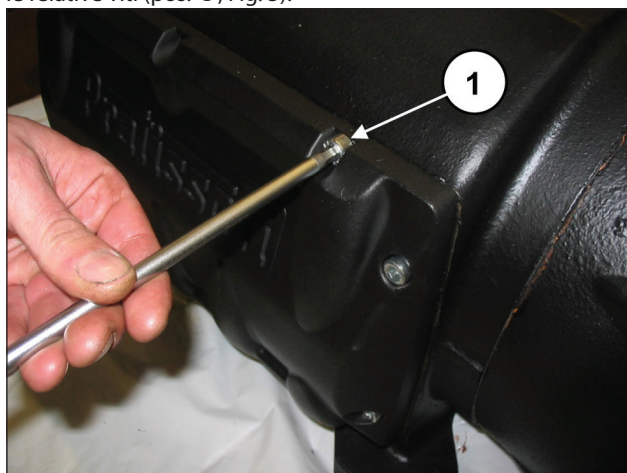

Fig. 5
Provvedere ora allo smontaggio del coperchio carter svitando le relative viti (pos. ①, Fig. 5).